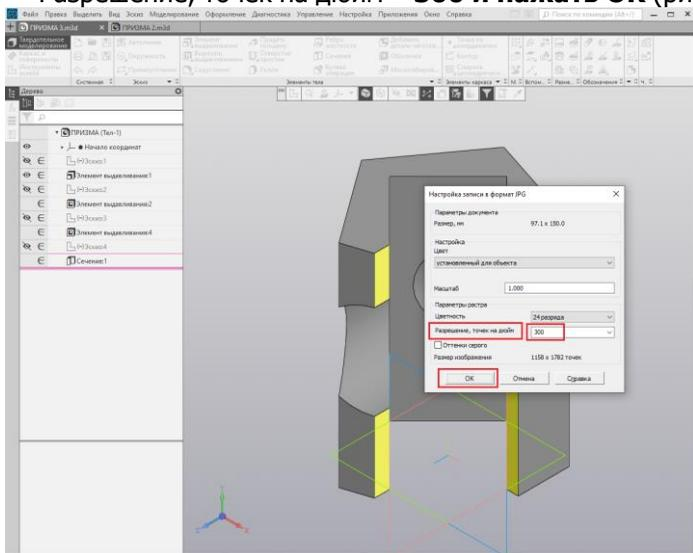

Рис. 48.
- Разрешение, точек на дюйм – **300** и нажать **ОК** (рис. 48).